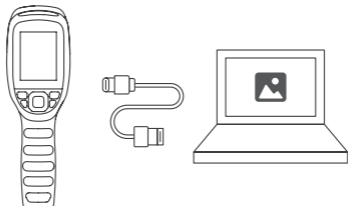

Figure 4.1.1
2. Connectez le TC005 à votre ordinateur avec le câble USB fourni (voir Figure 4.1.1).